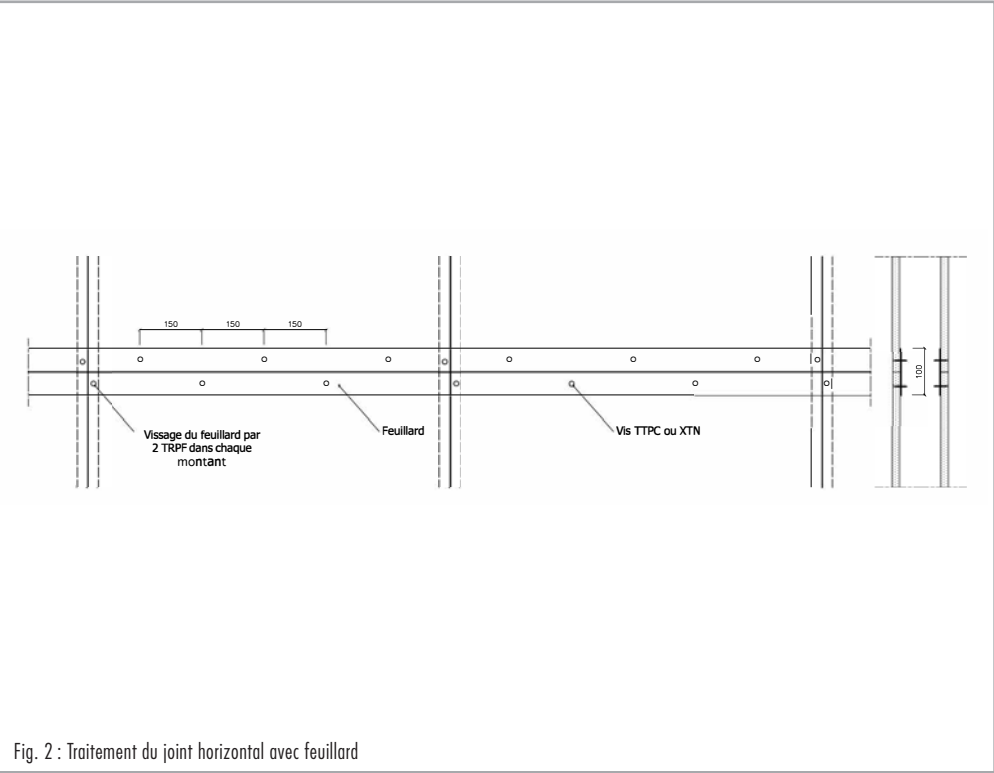

Fig. 2 : Traitement du joint horizontal avec feillard
- El 120 ou parements simples : mise en place d'une languette de plâtre maintenue par des vis TTPL. La languette peut être également remplacée par un feillard métallique (ép. 0,5 mm) (fig. 2)